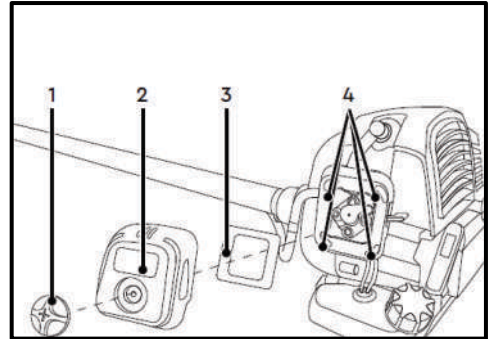

Рис. 57
- Зніміть кришку (2) корпусу повітряного фільтра з мотокоси (Рис. 57);
- Зніміть фільтрувальний елемент (3), ***залежно від моделі** – промийте його в чистій воді із милом та просушіть, або продуйте повітрям тиском не більше 2,5 бара (замініть, якщо він пошкоджений) (Рис. 57);
- Після очищення фільтруючого елемента (3), встановіть його в корпус повітряного фільтра, розташувавши за кронштейнами (4) (Рис. 57);
- Встановіть кришку (2) корпусу повітряного фільтра на мотокоосу (Рис. 57);
- Встановіть гвинт (1) в отвір кришки (2) повітряного фільтра та затягніть його (Рис. 57).